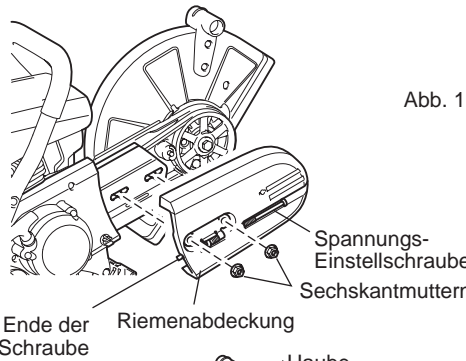

Abb. 1
- Lösen Sie die Befestigungsmutter und drehen Sie die Spannungs-Einstellschraube nach links, bis das Ende der Schraube sichtbar ist. (Abb. 1)
- Entfernen Sie die Befestigungsmutter und die Riemenabdeckung. (Abb. 1)